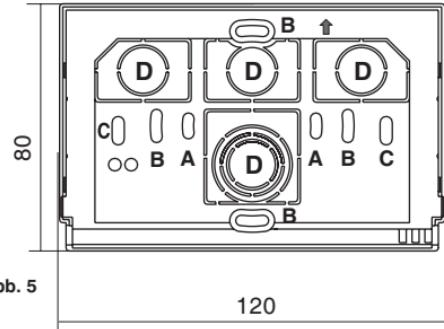

Abb. 5
- Die Grundplatte der Raumthermostatuhr am Unterputzgehäuse (oder an der Wand) befestigen. Dazu die zwei passenden Bohrungen (Abb. 5) verwenden:
**Beachte:** Abb.5, "D" = entfernbarer Bereich für den Kabdeldurchgang (nur flexible Kabel)